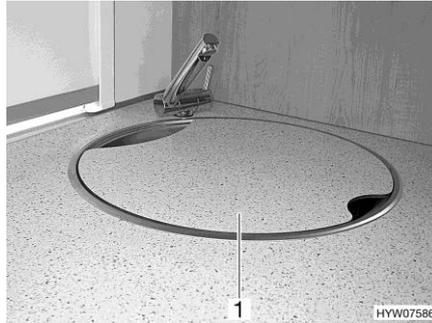

Bild 8 Spülenabdeckung (Beispiel)
- ▶ Bei einem Unfall oder bei einer Notbremsung können die losen Abdeckungen der Spüle (Bild 8,1) und des Abtropfbeckens die Insassen des Fahrzeugs verletzen. Vor der Fahrt die losen Abdeckungen abnehmen und sicher im Küchenblock oder im Kleiderschrank verstauen.